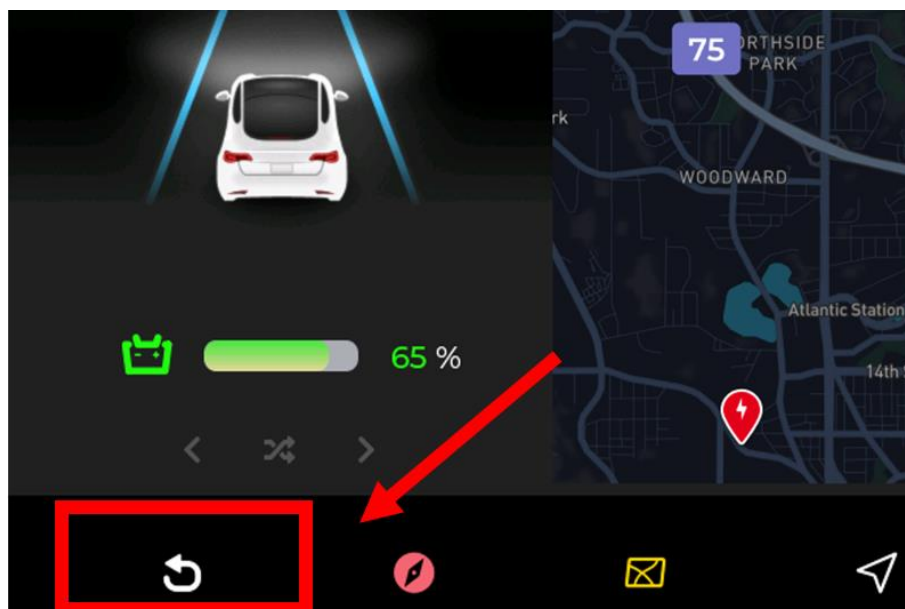

图 4.10 导航界面返回按钮
- (2) 其中导航和仪表界面为独立页面在不引导页框架内，所以跳转至导航界面后，需点击导航界面下方图标栏的第一个返回图标如图 4.10 所示，即可返回主页界面。